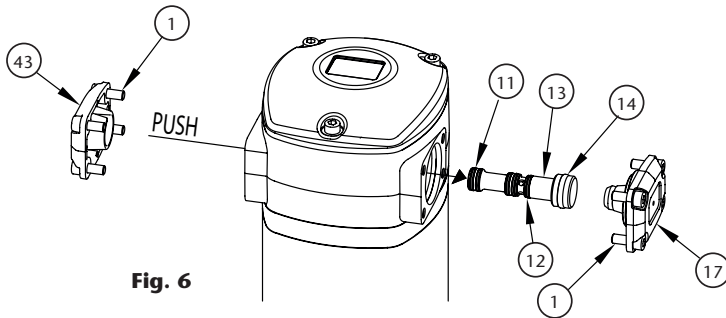

Fig. 6
DISTRIBUIDOR DE AIRE (FIG. 6)
1. Desenrosque los 4 tornillos (1) de la tapa (17) y retírela.
2. Desenrosque los 4 tornillos (1) de la tapa (43) y retírela.
3. Con ayuda de un útil de plástico, golpeando suavemente la corredera (13) por el lado de su menor diámetro a través del motor (fig. 6), extraer la corredera (13).
4. Sustituya las juntas de corredera (4x11), (12) y (14), o bien sustituya la corredera (13) completa con sus juntas ya instaladas de fábrica (kit 539505). Ésta es la opción recomendada para asegurar que las juntas están correctamente instaladas.
DISTRIBUTEUR D'AIR (FIG. 6)
1. Dévissez les 4 vis (1) du couvercle (17) et le retirer.
2. Dévissez les 4 vis (1) du couvercle (43) et le retirer.
3. À l'aide d'un outil en plastique, tapotez doucement le distributeur d'air (13) du côté de son plus petit diamètre à travers le moteur (fig. 6), extraire le distributeur (13).
4. Remplacez les joints du distributeur d'air (4x11), (12) et (14) ou le remplacer intégralement (13) avec les joints déjà installés en usine (kit 539505). Ceci est le choix recommandé pour s'assurer que les joints soient correctement installés.